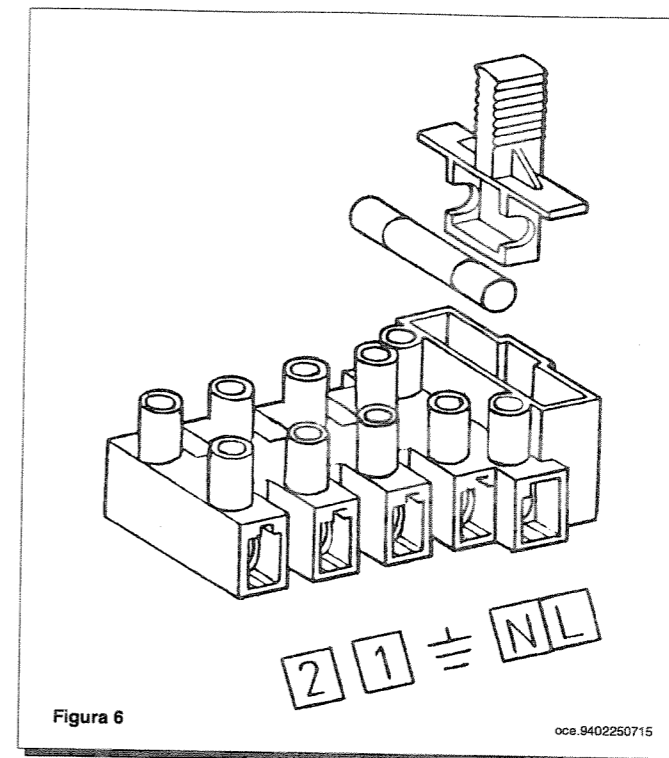

Figura 6
- accedere alla morsetteria di alimentazione (figura 6) come descritto al capitolo precedente;
- togliere il ponticello presente sui morsetti (1) e (2);
- acceder al tablero de bornes de alimentación (figura 6) como descrito en el capítulo precedente;
- remover el puente sobre los bornes (1) y (2);